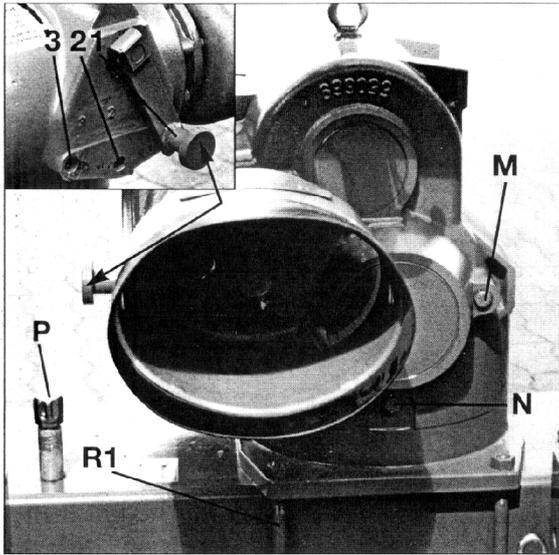
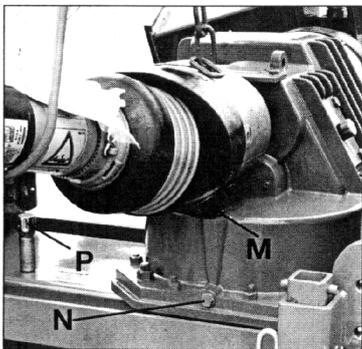

Fig. 7
Fig. 9
**Schaltgetriebe** (Fig.7): das Schaltgetriebe hat 3 Gänge.
**Wechselgetriebe/Schaltgetriebe:** erster Ölwechsel nach ca. 50 Einsatzstunden; danach alle 500 Stunden bzw. alle 2 Jahre wechseln – Öl warm ablassen, Gerät etwas neigen – Ölablaßschraube N (Wechselgetr. Fig.9; Schaltgetr. Fig.7 – ab 4,5 m hinten).